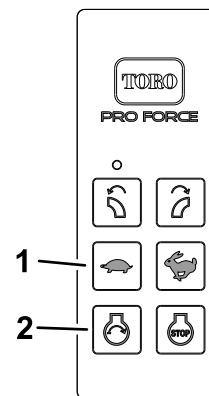

Рисунок 23
2. Чтобы включить или выключить световой прибор, нажмите кнопки на ручном пульте дистанционного управления (Рисунок 23) в следующей последовательности: